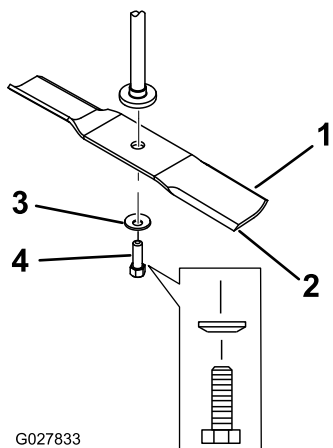

図 65
2. スピンドルのシャフトからブレードボルト、湾曲ワッシャ、ブレードを取り外す 図 65。
2. 湾曲ワッシャ、ブレードボルトを、スピンドルシャフトに取り付ける 図 65。
1. スピンドルシャフトにブレードを取り付ける(図 65)。